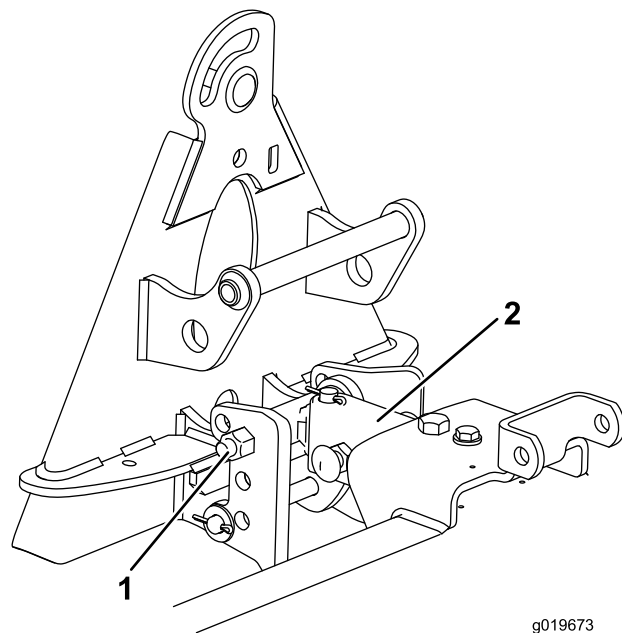

图11
1. 将挂钩总成安装在限位支架的顶孔中 图11。
2. 使挂钩管较长的一侧向上并安装到吊架总成的下方 图11。